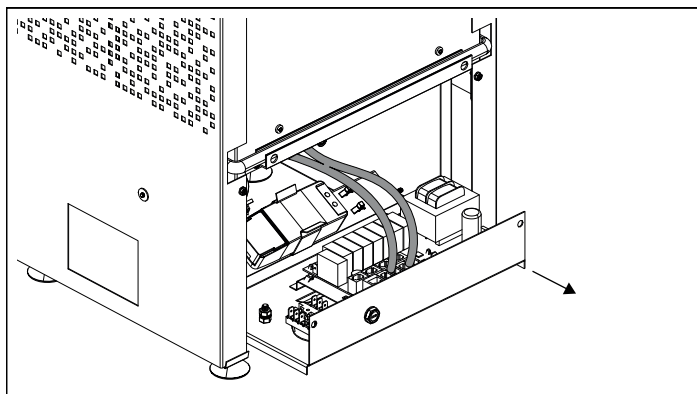
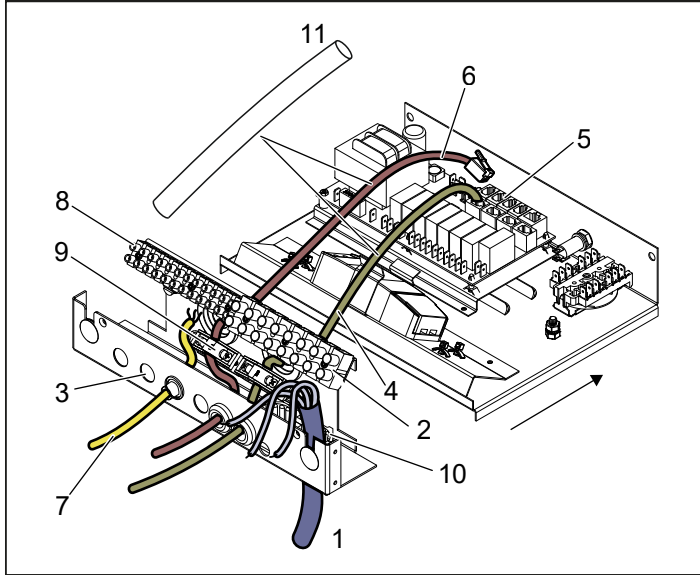
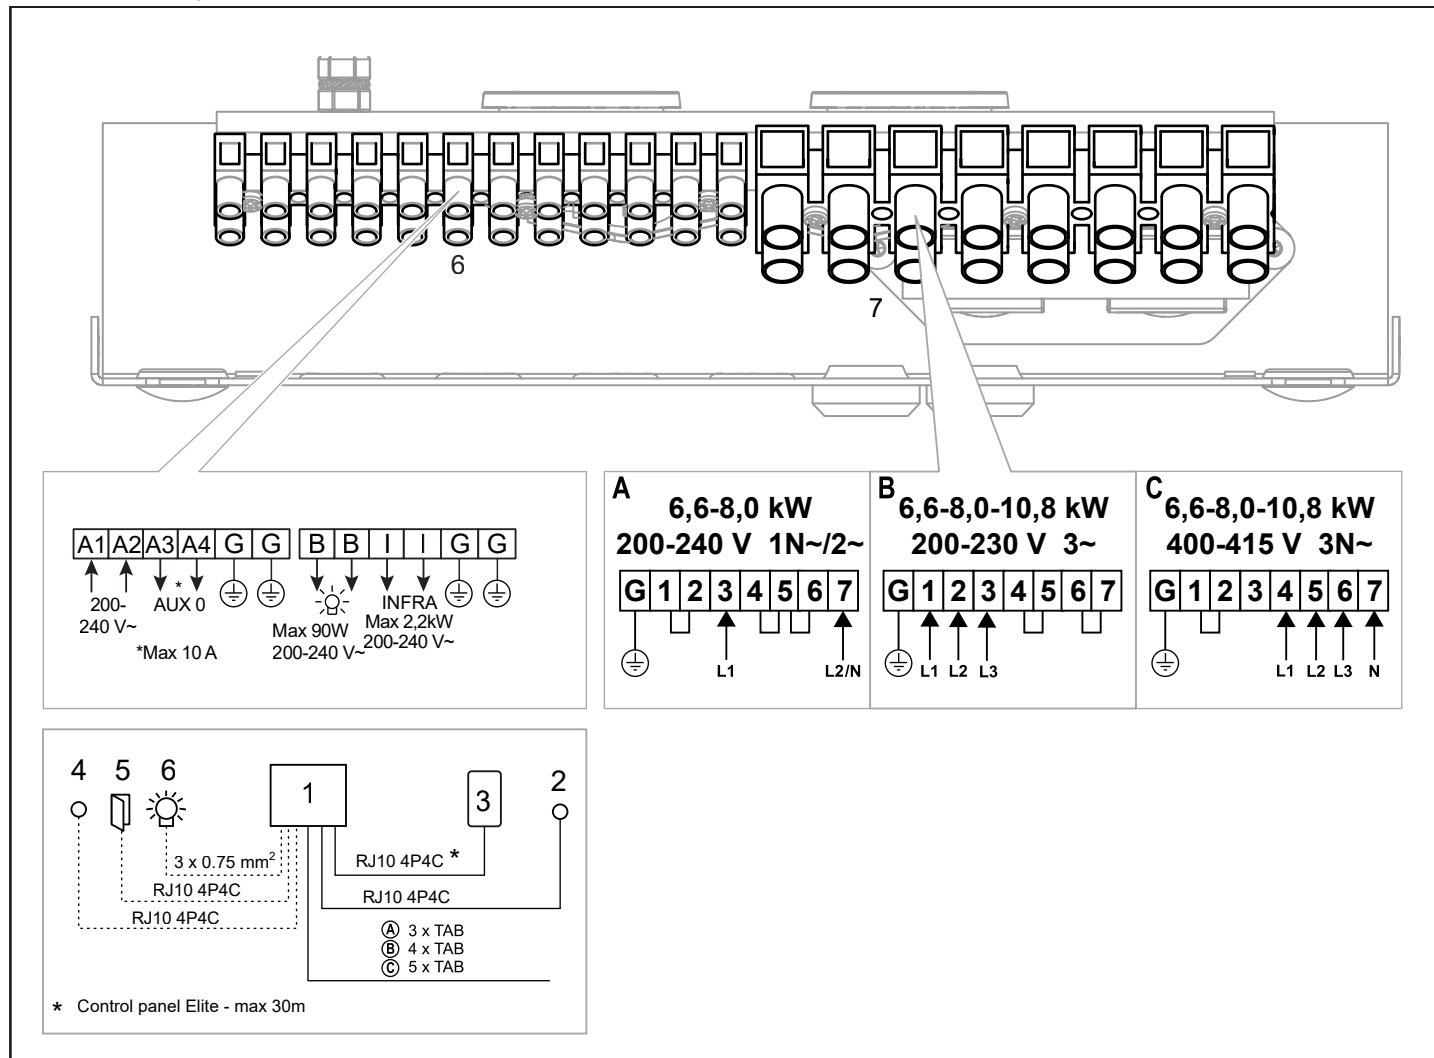
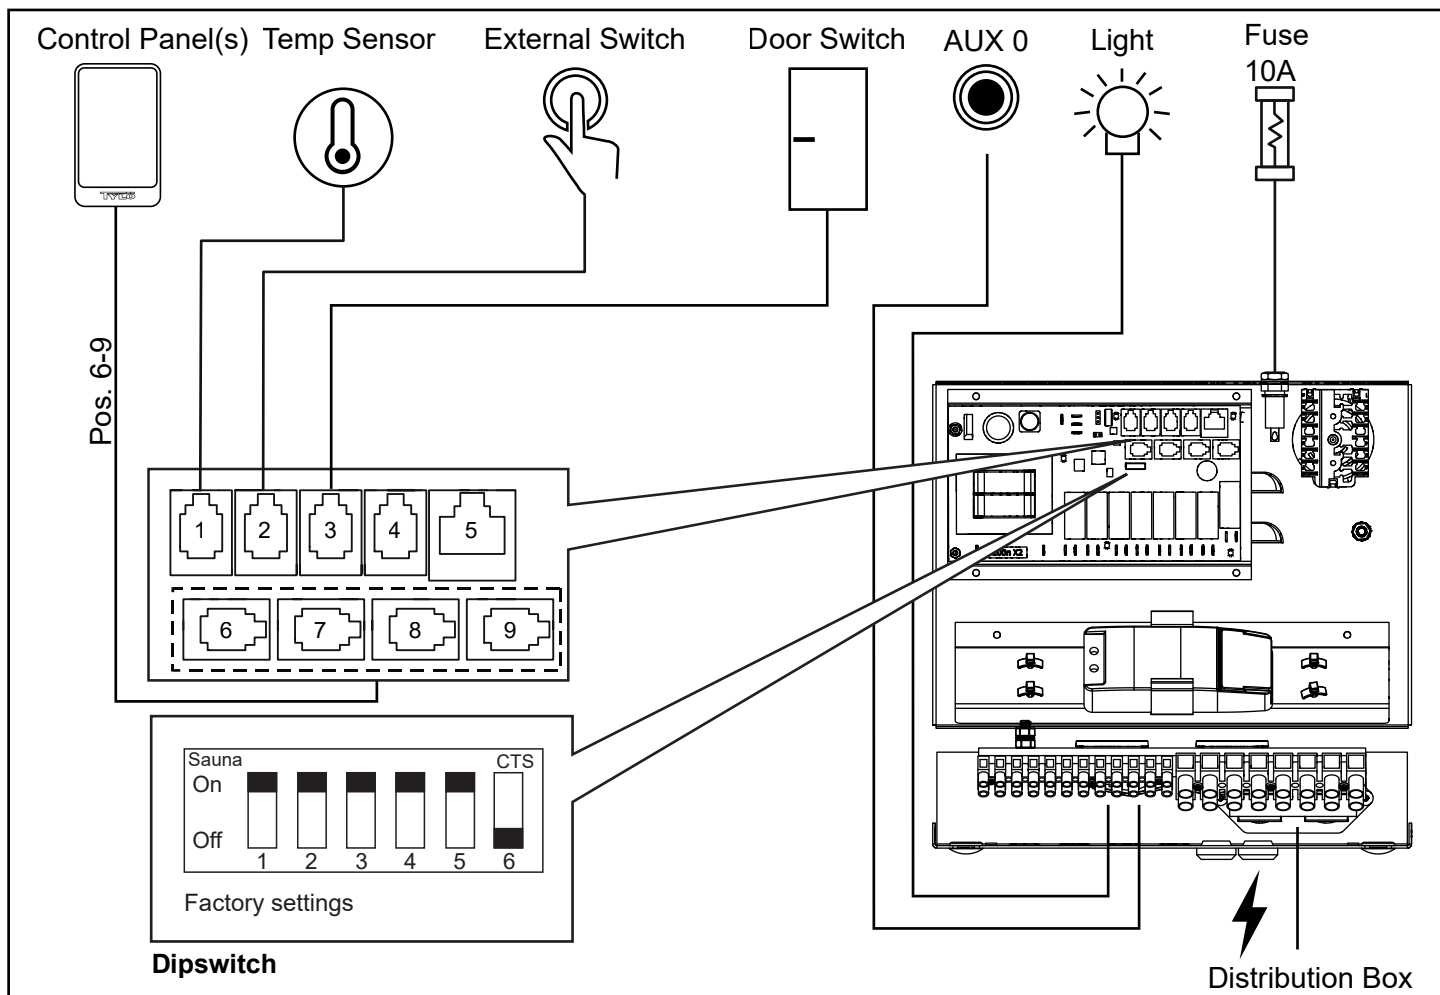

Fig 9: Dra ut lådan för lättare åtkomst
Fig 10: Eldosan
Fig 14: Kopplingschema
Fig. 15. Schematisk installation Crown Elite
3. Anslut elkabeln (se Fig 10) enligt kopplingschema (se Fig. 14).
4. Dra kablar för manöverpanel och temperatursensor genom kabelgenomföringarna se fig 10. Anslut manöverpanelens kabel i en av de fyra RS485-kontakterna (position 6-9, se Fig 15).
5. Anslut sensor kabeln i NTC uttaget (position 1, fig 15). Dra ut lådan för att sträcka kablarna och spänn dragavlastningarna, se fig 9.
6. Anslut eventuell kabel till belysning och/eller IR-paneler, se Fig 10, till enligt kopplingsschema Fig 14.
Vid inkoppling till spänningar eller fas-tal, som inte anges i kopplingschema Fig 14, kontakta Tylö kundservice.